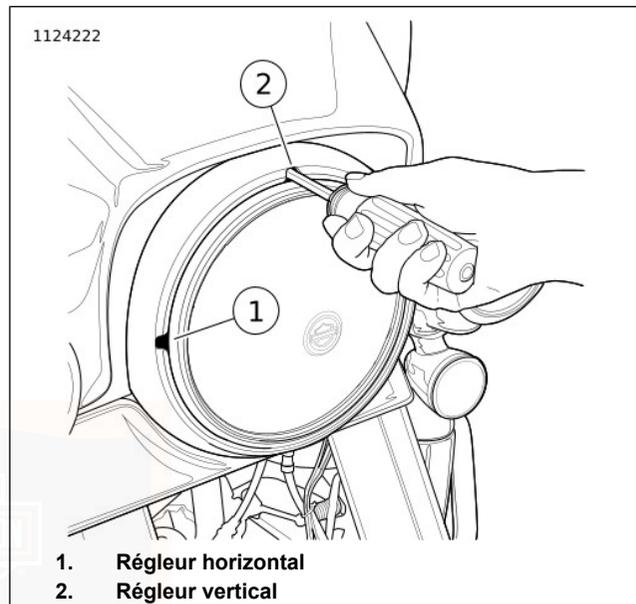
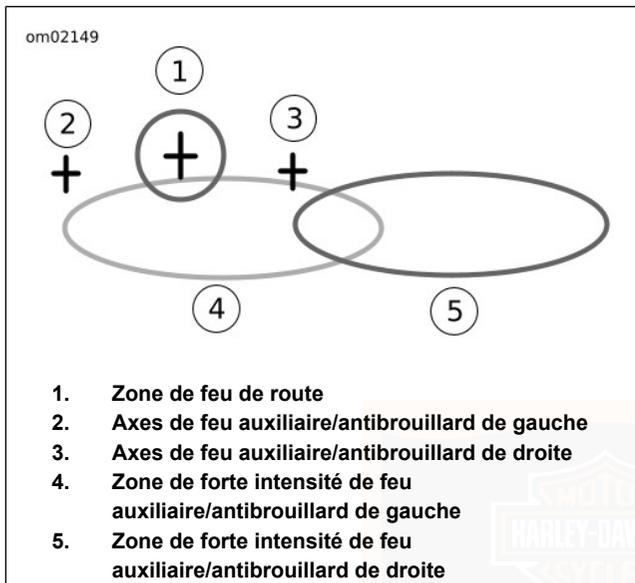
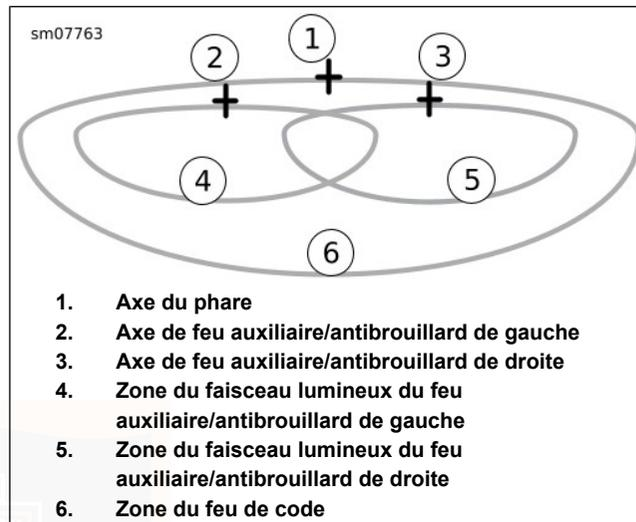

Figure 85. Réglage du phare : Tous sauf carénage monté sur cadre (typique)
Figure 87. Faisceau de phare : Type à l'halogène quartz
Figure 88. Faisceau de phare : Type DÉL avec feux auxiliaires/antibrouillard
2. **Tous sauf carénage monté sur cadre** : Voir Figure 85. Introduire une clé hexagonale à extrémité sphérique de 5/32 pouces dans les fentes de réglage de l'anneau de garniture.
- a. **Horizontal** : tourner la vis de réglage horizontal (1) pour ajuster le faisceau lumineux à gauche et à droite.
- b. **Vertical** : tourner la vis de réglage vertical (2) pour ajuster le faisceau lumineux vers le haut et vers le bas.
- c. Voir Figure 87 ou Figure 88 . Régler le faisceau lumineux du phare.
4. Voir Figure 87 ou Figure 88. Marquer les axes horizontal et vertical (2, 3) du feu auxiliaire/antibrouillard sur le mur.
Figure 87 concerne les motos dans les pays où l'on conduit à droite. Faites passer le graphique à l'horizontale pour les pays où l'on conduit à gauche.
- a. **Halogène quartz** : régler le feu auxiliaire/antibrouillard de gauche de sorte que toute la zone de forte intensité (4) soit au-dessous et à droite des axes du feu auxiliaire/antibrouillard de gauche tel qu'illustré à la Figure 87.
- b. **DÉL** : régler le feu auxiliaire/antibrouillard de gauche de sorte que toute la zone de forte intensité (4) soit au-dessous de l'axe tel qu'illustré à la Figure 88.